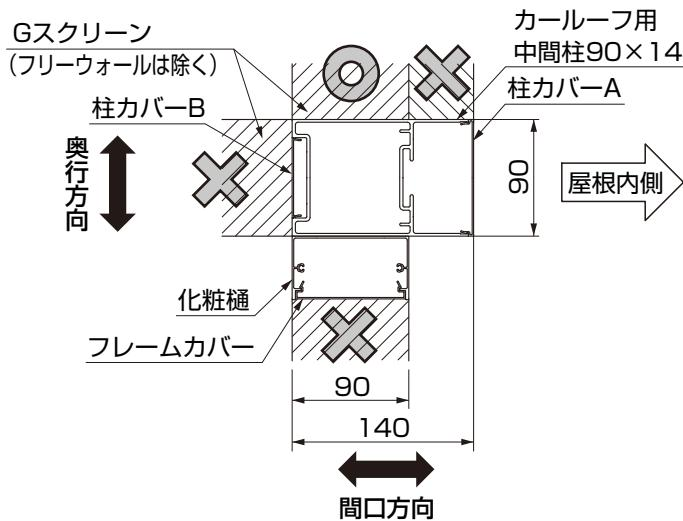
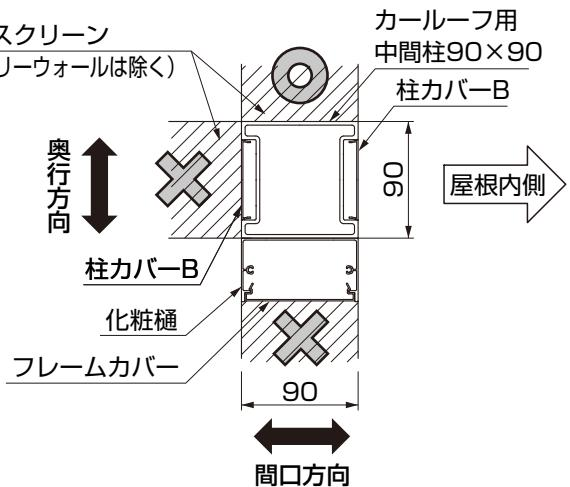

図1-5 カールーフ用中間柱 90×140
図1-6 カールーフ用中間柱 90×90
- 奥行方向の柱側面にGスクリーンの取付けが可能です。（化粧樋を取り付けた場合はGスクリーンの取付けはできません。）（図1-5、図1-6参照）
- 間口方向の柱側面にはGスクリーンの取付けはできません。（図1-5、図1-6参照）